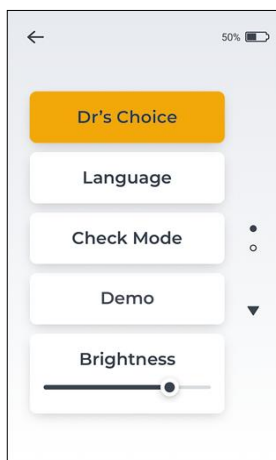
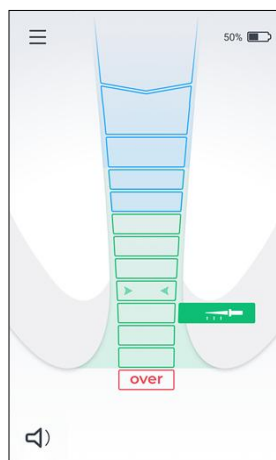

Рис. 12
Рис. 13
- Войдите в меню «Настройки» и нажмите на вкладку «Выбор врача» — см. рис. 12. При активации вкладки «Выбор врача» станет оранжевой, а на главном экране появится апикальная линия «Выбор врача» — см. рис. 13.
- Для того чтобы отключить линию Выбор Доктора, вернитесь обратно в меню настроек и отключите Выбор Доктора, нажав на вкладку Выбор Доктора — см. рис. 12.